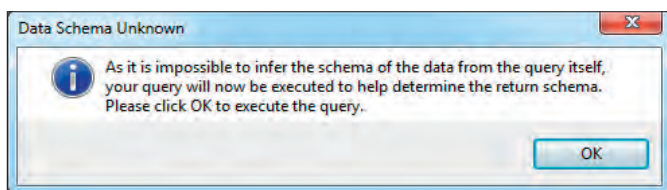

Рис. 16. Окно сообщения
1. Нажмите **OK**. Вы увидите следующее сообщение (рис. 16).